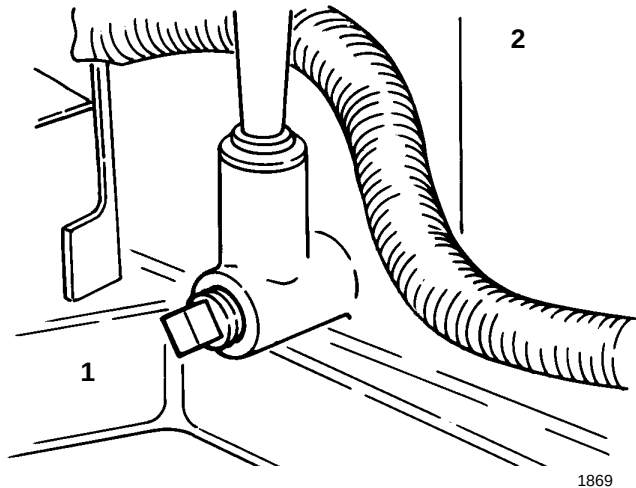

Abbildung 33
4. Eine Schale unter Ölmeßstab/Einfüllrohr legen und die Ablasschraube entfernen (Abb. 33).